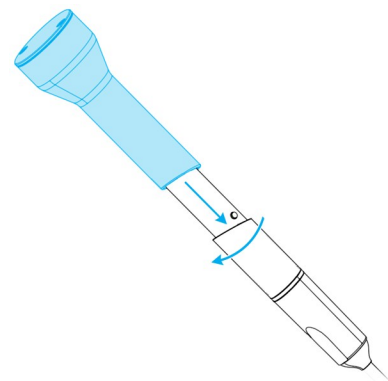

Figure 10: Uso da anilha da verificação de integridade
3. Coloque a anilha de verificação de integridade na peça de mão e gire-a em sentido horário para travá-la na posição (see *Figure 10: Uso da anilha da verificação de integridade*, p. 39) :